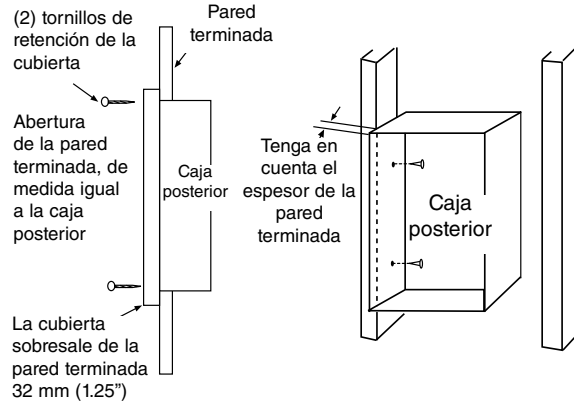

Figura 2
1. Determine cuál de los lados de la caja posterior va a montarse contra un travesaño o viga de techo (vea la Figura 2). Al instalar la caja posterior, tenga en cuenta el espesor de la superficie terminada. El borde de la caja posterior debe instalarse enrasado con la superficie terminada. En el costado de la caja posterior se han provisto marcas para paredes terminadas de 13 mm (1/2") y de 16 mm (5/8").
3. Coloque la caja posterior en la ubicación deseada del travesaño o viga y asegúrela mediante clavos o tornillos, como se muestra en la figura 2.
NOTA B: en los lados de la caja posterior se han provisto agujeros de guía para tornillos para chapa N° 8 (vea la Figura 2).
1. Determine cuál de los lados de la caja posterior va a montarse contra un travesaño de pared o viga de techo. Vea la Figura 2.